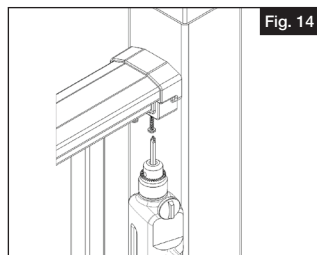

Fig. 14
- d. Mientras cierra la protección del soporte apretándola con firmeza, taladre previamente usando una broca de $\frac{5}{32}$ " a través e los dos orificios debajo. Entonces, coloque dos tornillos de rosca de cabeza cuadrada de 1" n.° 10 atravesando la protección, el soporte metálico y la barandilla superior (Fig. 14).